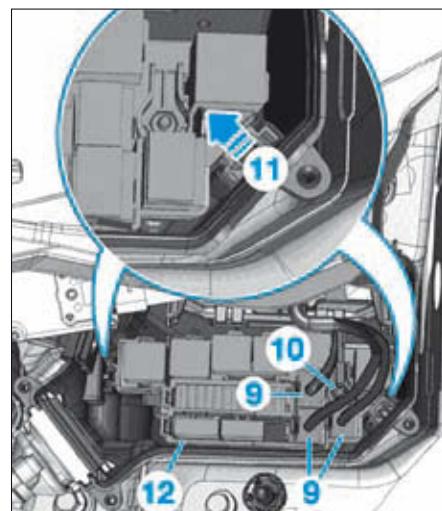
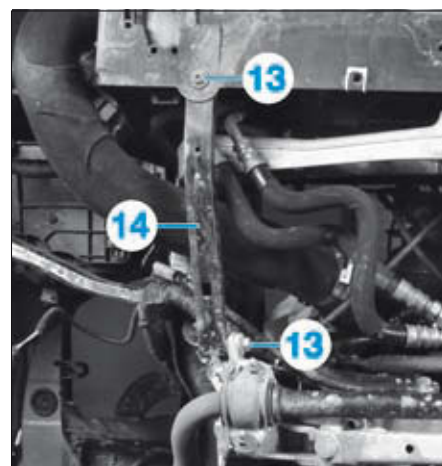
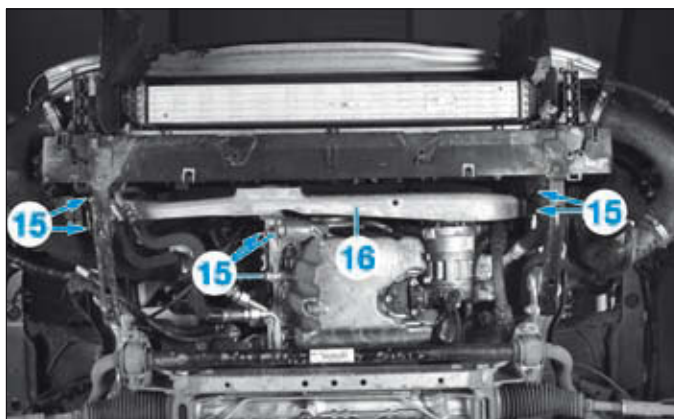

FIG. 82
FIG. 83
FIG. 84
- Débrancher les connecteurs électriques (9) et déposer l'écrou (10) du faisceau électrique (Fig.82).
- Dégrafer en (11) le porte fusibles (12) et le retirer.
- les vis (13) (Fig.83),
- les renforts (14) de chaque côté,
- les vis (15) (Fig.84),
- la traverse transversale (16) du support inférieur.